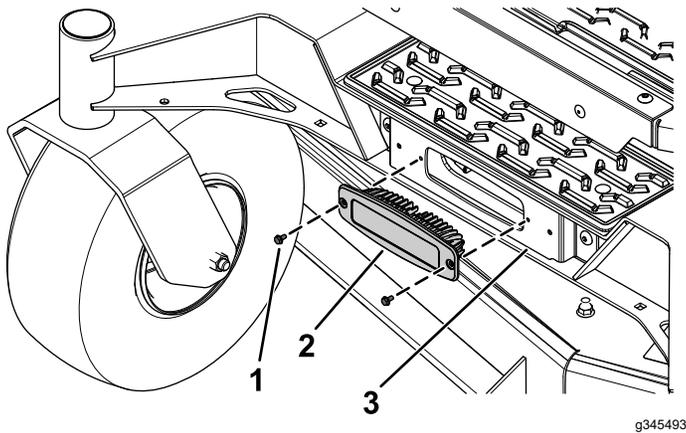

Bild 2
1. Befestigen Sie die Lampe mit den Sechskantschrauben mit Flansch (Bild 2) an der Lampenhalterung.